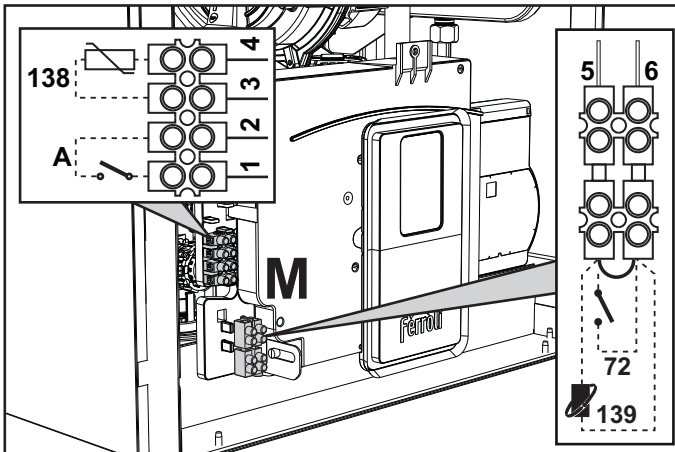
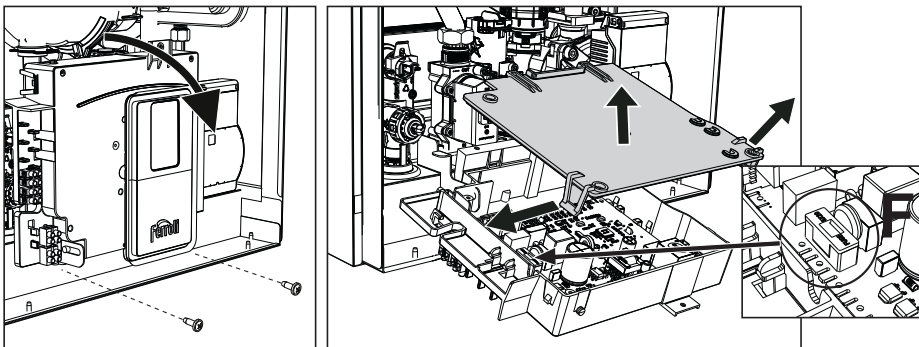

fig. 28
fig. 29
După ce ați scos panoul frontal (*** 'Deschiderea panoului frontal' on page 158 ***) veți putea avea acces la panoul de borne (M) și la siguranța (F) urmând indicațiile descrise în continuare (fig. 28 și fig. 29). **Bornele indicate în fig. 28 trebuie să aibă contactele curate (nu 230 V).** Dispunerea bornelor pentru diferitele conexiuni este indicată și în diagrama electrică din fig. 67.
Configurarea întrerupătorului ON/OFF (A fig. 28)